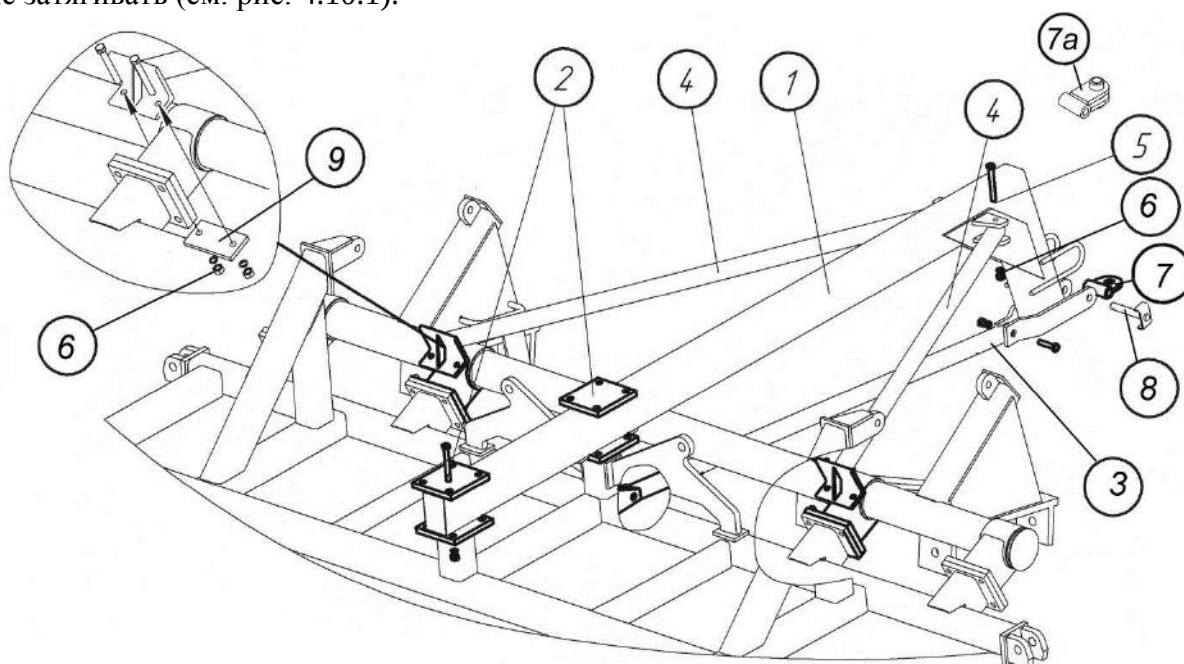

Рис. 4.10.1. Сборка задней сцепки
4.10.1. Закрепите заднюю сцепку 1 на установочных стойках главной рамы с помощью двух пластин 2, восьми болтов М20х220, пружинных шайб и гаек. Крепление предварительное, болты туго не затягивать (см. рис. 4.10.1).
Примечание. Для ПК с бункером V=10м³ устанавливается серьга поз.7а рис.4.10.1 (13а на рис.7.1.5).